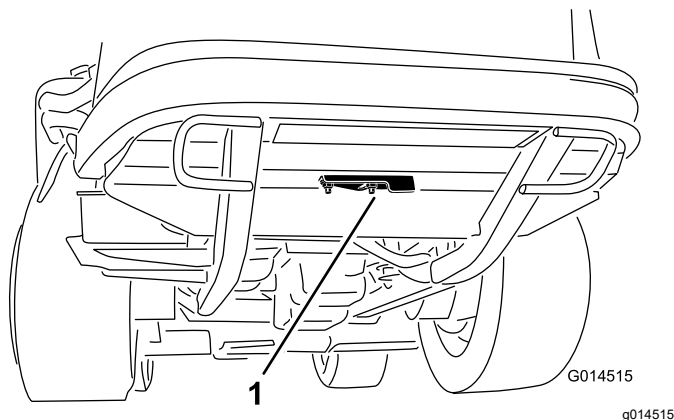

图 45
2. 松开将清扫孔盖固定到后机架下面的凸缘螺母图 45。将清扫孔盖旋转到一侧露出机架内的清扫孔。